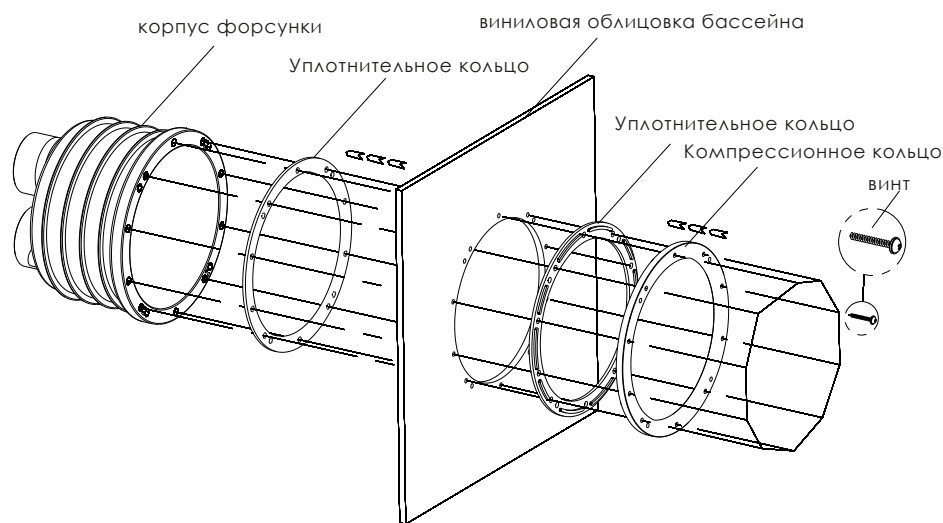

Рисунок 4
- b) Установите наружный корпус, пластиковое кольцо в стенку бассейна в правильном порядке. (Рисунок 4)